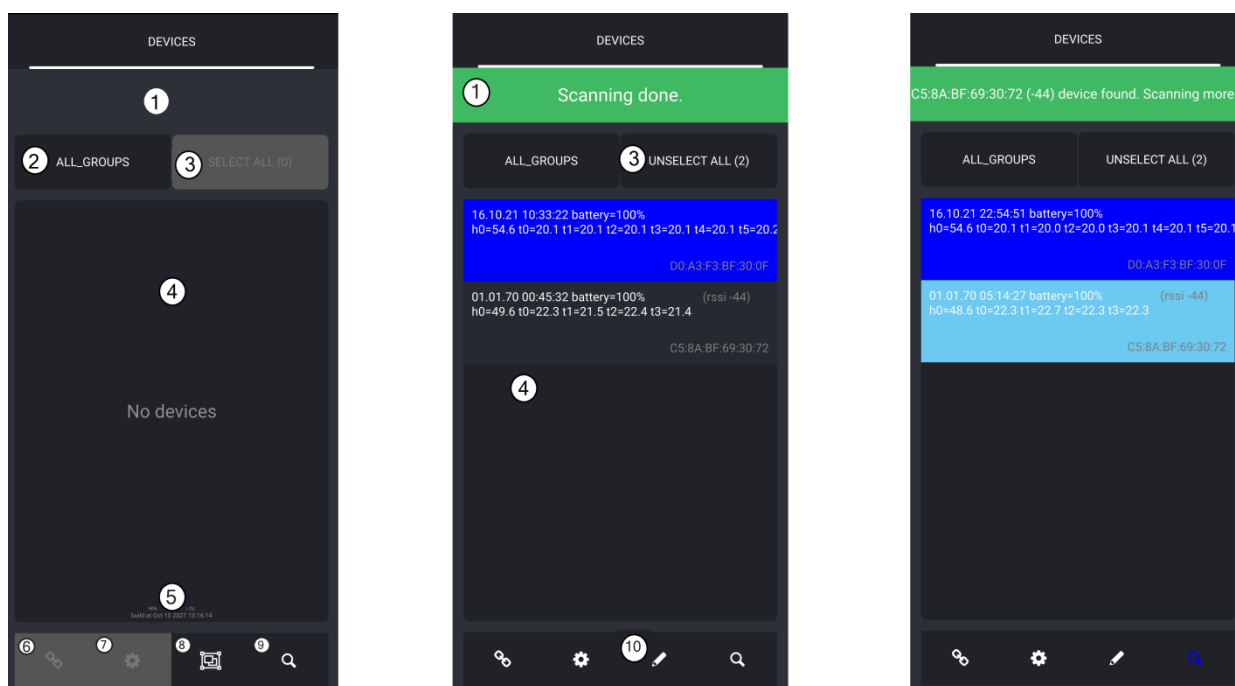

Рисунок 1
Нажатие данной кнопки приводит к запуску процесса сканирования (поиска) устройств. Запуск процесса сопровождается очисткой списка найденных устройств и индицируется подсвеченным синим значком лупы. Повторное нажатие приводит к останову сканирования и отображению значка лупы белым цветом. Следует обратить внимание, что в списке найденных устройств отображаются все устройства, обнаруженные ранее. Это означает, что если в процессе сканирования какое-либо обнаруженное устройство станет недоступным (перестанет отправлять адвертайзинг), то оно (устройство) будет присутствовать в списке обнаруженных устройств. Очистка списка произойдет только после перезапуска сканирования. Переход на экран “DATA” по нажатию кнопки (6) Рисунок 1, может происходить как при включенном режиме сканирования, так и при выключенном режиме сканирования. В первом случае, если в качестве текущей группы установлена группа ALL\_GROUPS (или специальная группа см. ниже), режим сканирования автоматически отключается, и Android-устройство будет запрашивать данные от выбранных устройств путем установки соединения с ними (в режиме чтения характеристик данных). Во втором случае, процесс сканирования не останавливается, элементы списка данных на экране “DATA” заполняются и динамически обновляются значениями из адвертайзинга. Кроме того, наименование группы - зона (12) на Рисунке 4, индицируется синим цветом. Синий цвет означает, что продолжается процесс сканирования. Сама зона (12) является активной и позволяет запускать/останавливать процесс сканирования, находясь на экране “DATA”.